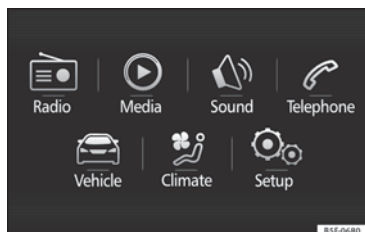

Fig. 41 Se placering på s. 9-10.
- Tryk på knappen **MENU** på systemet og forinden på knappen **CAR** » Fig. 41 eller knappen **CAR** på systemet for at gå til menuen **CAR** » Fig. 42.